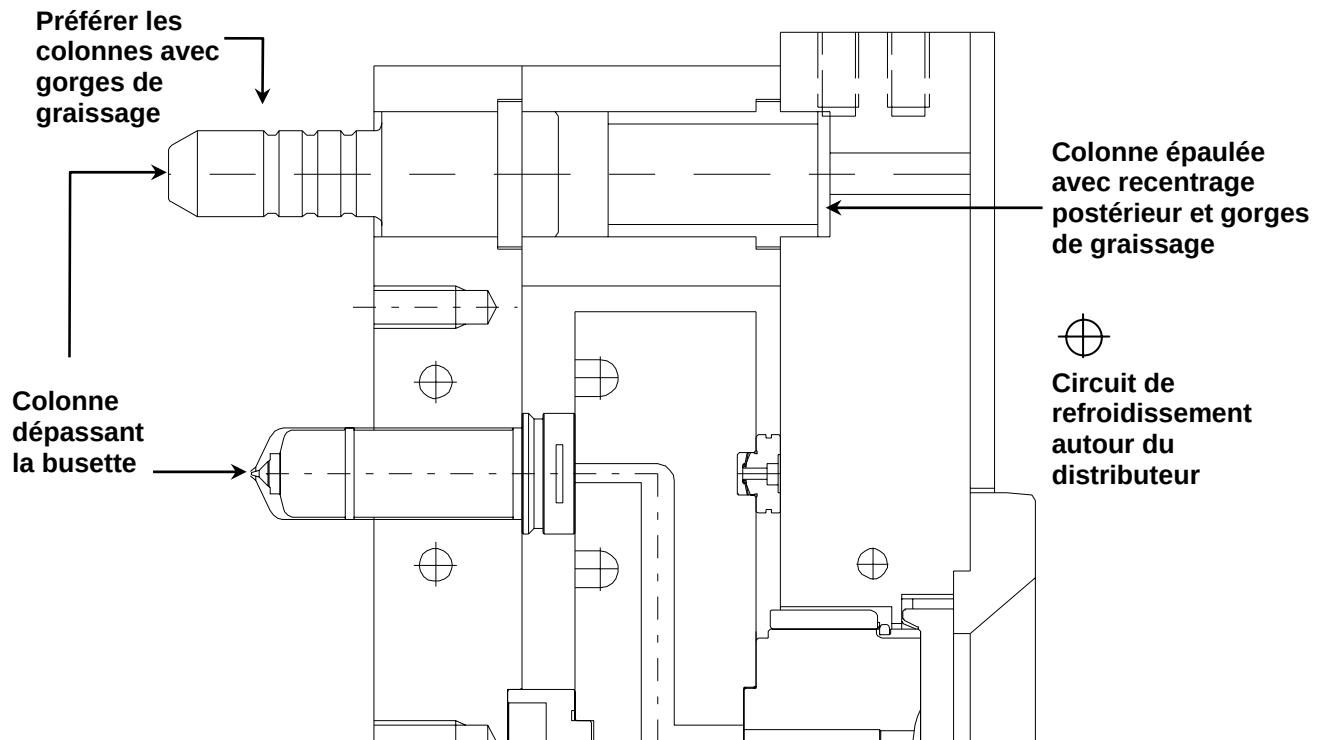

Fig. 6 – Système à canaux chauffant, vue en coupe
- Nous conseillons de réaliser le guidage de la première plaque du moule par 4 colonnes (colonne épaulée avec recentrage sur le plot, voir Fig. 6). Eviter le plus possible l'implantation de 2 colonnes en quinconces.
- Nous conseillons de prévoir des colonnes de guidage (Voir Fig. 6) dont le dépassement de la plaque porte-buses soit supérieur aux longueurs des busettes; cela pour éviter d'endommager les busettes.